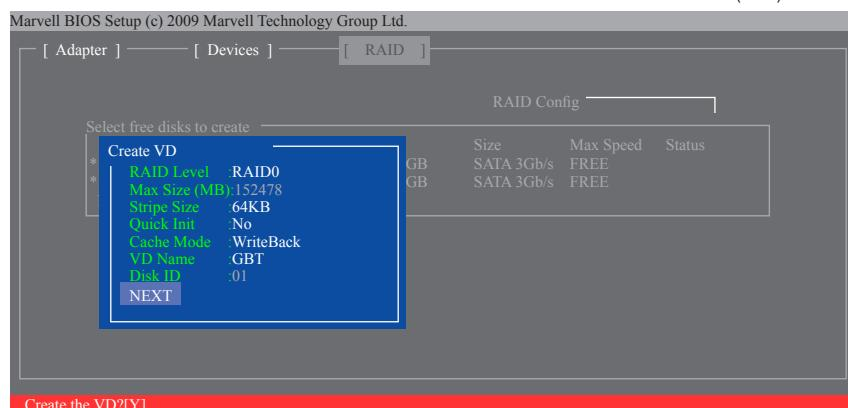

図 7
6. **NEXT**: 上の設定を完了した後、**NEXT** に移動して<Enter>を押しアレイの作成を開始します。確認を求められたら、<Y> を押して確認するか <N> を押してキャンセルします (図7)。